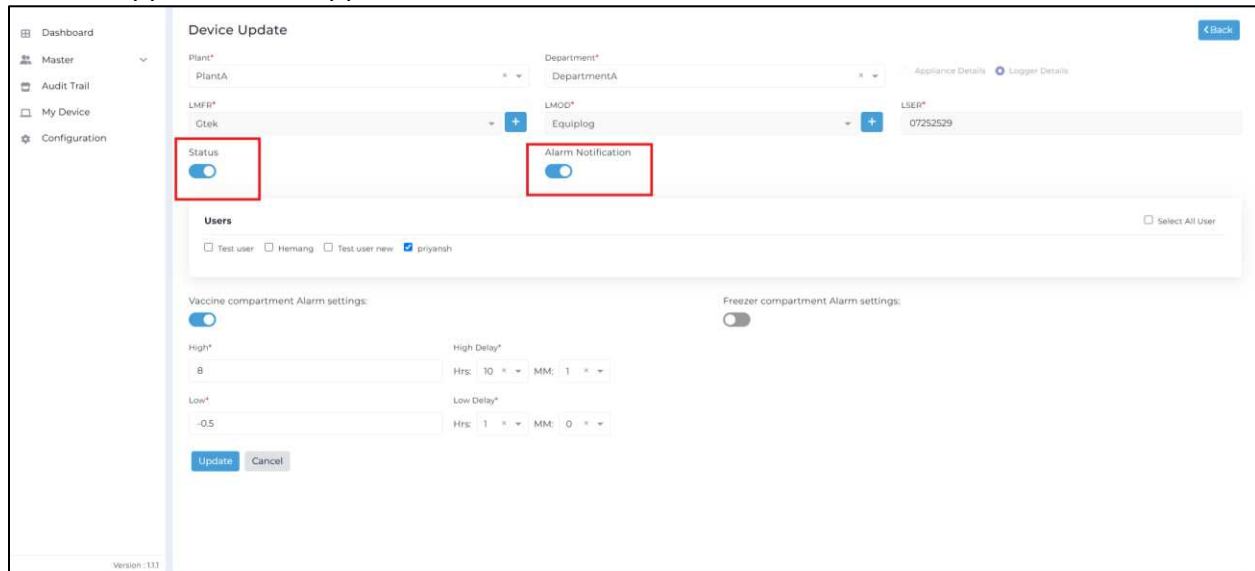

Figure 60 Activation/désactivation de la notification d'alarme pour le périphérique sélectionné
- De même, pour les mises à jour de l'état actif/inactif de l'appareil, les notifications peuvent être activées en cliquant sur le bouton «**Statut**» comme indiqué sur la figure 60.